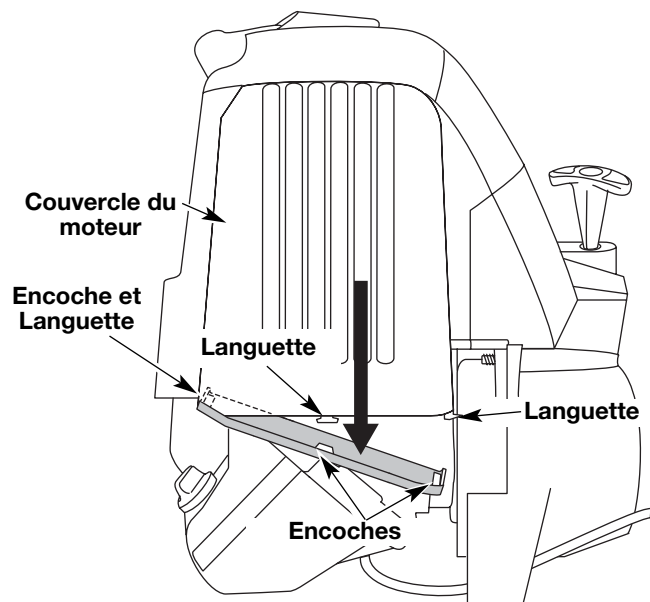

Fig. 34
1. Retirez le couvercle du silencieux en appuyant sur le coin à l'aide d'un tournevis à lame plate (Fig. 34). Glissez les encoches sur les côtés du couvercle par-dessus les languettes du couvercle du moteur et retirez le couvercle.
13. Remplacez le couvercle du silencieux. Glissez avec un déclic les encoches sur les côtés du couvercle par-dessus les languettes du couvercle du moteur (Fig. 34).